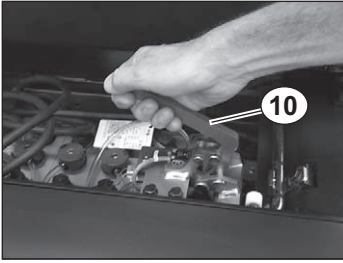

Fig. 53 Batterimontering
15. ESi/ETi 4000-udruller: Tryk grebet **10** ned (se fig. 53).